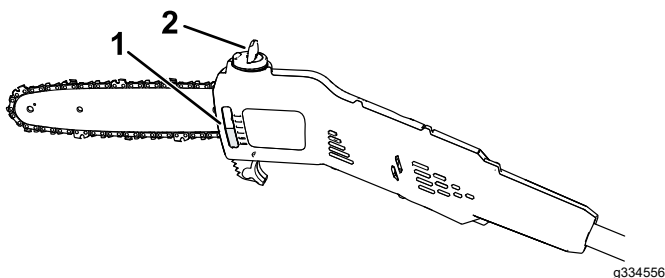

Figure 15
2. Vérifiez le niveau d'huile par le regard. Si l'huile ne recouvre pas le regard, faites l'appoint d'huile pour guide-chaîne et chaîne selon les besoins (Figure 15).
4. Nettoyez la surface autour du bouchon d'huile (Figure 15).
5. Dépliez la languette de l'écrou à oreilles sur la languette du bouchon d'huile, retirez le bouchon et remplissez le réservoir d'huile pour guide et chaîne (Figure 15).